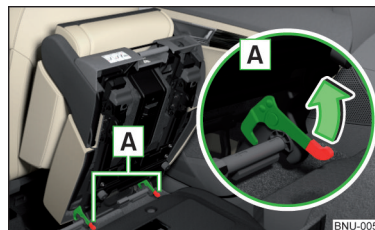

Fig. 94
- ▶ Blocați scaunul la capătul tijelor de ghidare prin apăsarea elementelor de blocare **A** în sensul săgeții » fig. 94.
- ▶ Dacă scaunul este demontat, acesta trebuie așezat mai întâi pe tije de ghidare și apoi blocat cu elementele de blocare scaun **A** » fig. 94 la pagina 91. Trăgând în sus de scaun, asigurați-vă că acesta este blocat corespunzător.